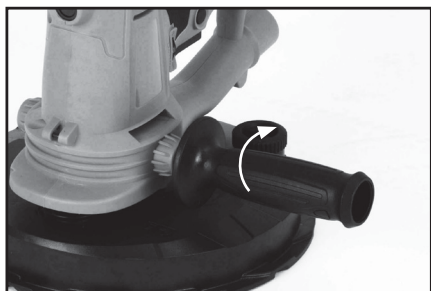

Fig. 1
- Collegare all'utensile l'impugnatura ausiliaria laterale avvitandola all'attacco preferito sull'attacco sinistro o destro dell'apparecchio. (Fig. 1)